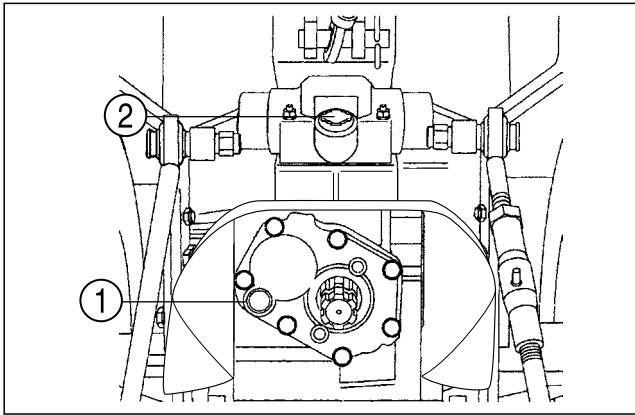

FIG. 5-16
FIG. 5-16 : Pour vérifier le niveau d'huile de transmission – Garez le tracteur sur un sol de niveau. Le niveau d'huile devrait apparaître sur la fenêtre de contrôle (1).